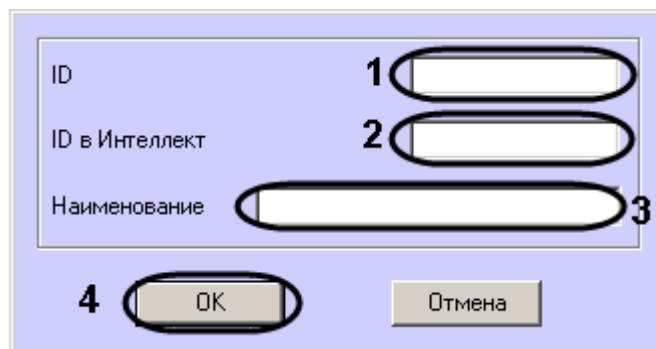

Рис. 6.3—2 Добавление банкомата
- 4.1. Нажать на кнопку **Добавить** (см. Рис. 6.3—1, 5). Будет открыто диалоговое окно добавления банкомата (Рис. 6.3—2).
- 4.2. В поле **ID** ввести идентификатор банкомата, указанный в настройках *АТМ-Интеллект Про* (см. Рис. 6.3—2, 1).
- 4.3. В поле **ID в Интеллект** и **Наименование** ввести значения, указанные в полях **Номер** и **Название** соответствующего объекта **Объект Банкомат** (см. Рис. 6.3—2, 2).
- 4.4. Нажать на кнопку **OK** (см. Рис. 6.3—2, 3).